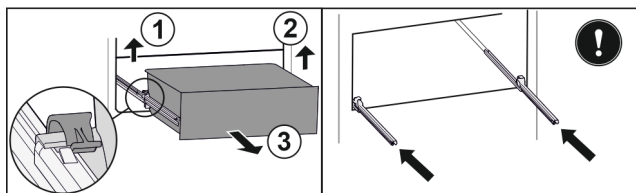

Fig. 45
- ▶ Podnieść lewy zacisk i wysunąć jednocześnie szufladę po lewej do przodu. Fig. 45 (1)
- ▶ Podnieść prawy zacisk i wysunąć jednocześnie szufladę po prawej do przodu. Fig. 45 (2)
- ▶ Wyjąć szufladę do przodu. Fig. 45 (3)